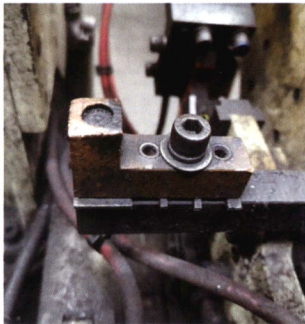

图9 沉孔处理
②若支撑块在螺柱下方，要求支撑块中心与螺柱中心线重合，支撑面中心位置加工直径为8mm，深度为2~3mm的不通孔（见图9），支撑块材料为黄铜。支撑块最小尺寸16mm×16mm。